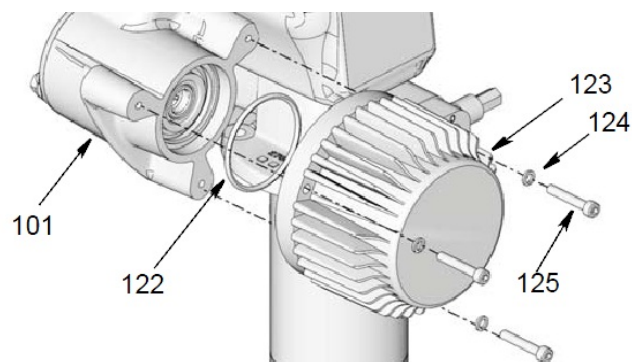

Рис. 49
9. Снимите винт (125) и шайбу (124), используемые для крепления мотора (123) на корпусе (101) коробки передач. Снимите мотор. Проверьте, снято ли О-образное кольцо (122) вместе с мотором. Если О-образное кольцо (122) все еще находится в корпусе коробки передач (101), снимите его (рис. 49). Соблюдайте все правила техники безопасности и дайте этим деталям выйти из употребления.